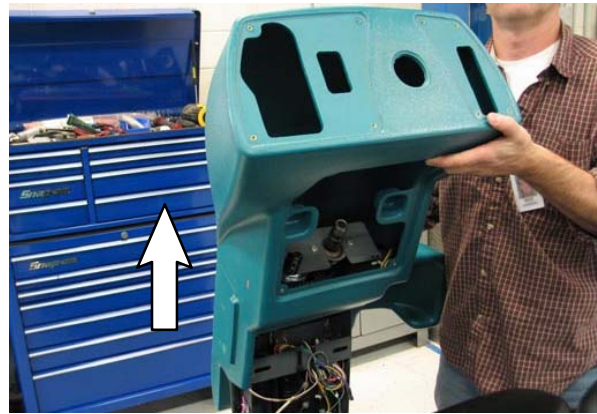

FIG. 14
14. Déposez la protection. (Figure 14/Figure 10)